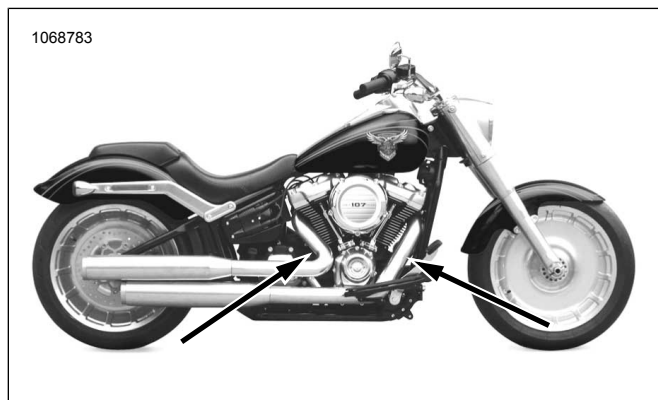

Рисунок 22. места установки датчиков кислорода (внутренняя часть выхлопных труб)
См. Рисунок 22 Рисунок 52 и Таблица 5 Установка широкополосных датчиков кислорода (2). Используя насадку для датчиков кислорода (Номер по каталогу HD-48262-A), затяните: